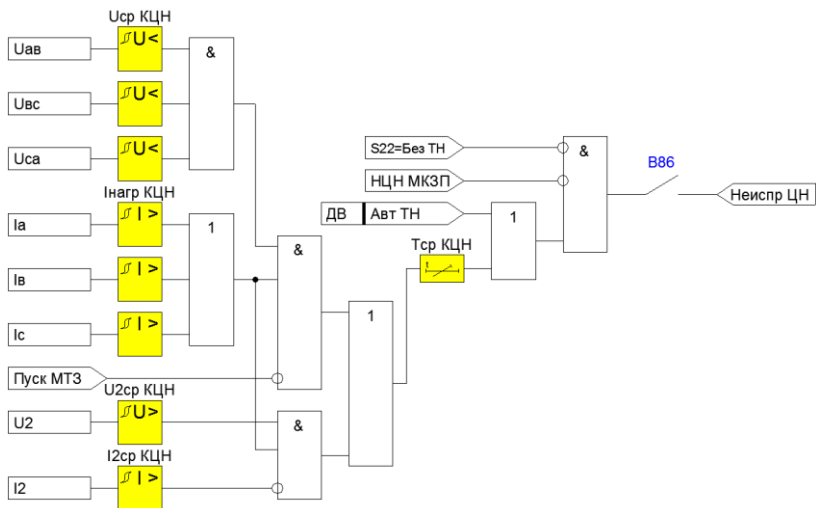

Рисунок 4.1.13 – Функциональная схема контроля ЦН для отходящих линий и вводного выключателя
2) Обрыв цепей напряжения выявляется при одновременном выполнении следующих условий (Рисунок 4.1.13):